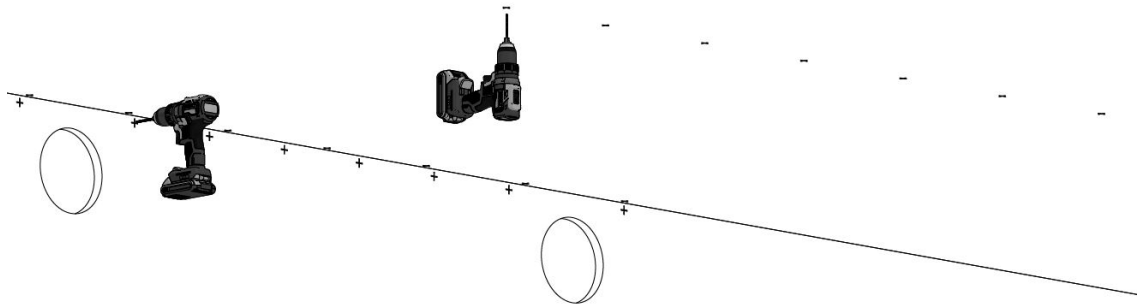
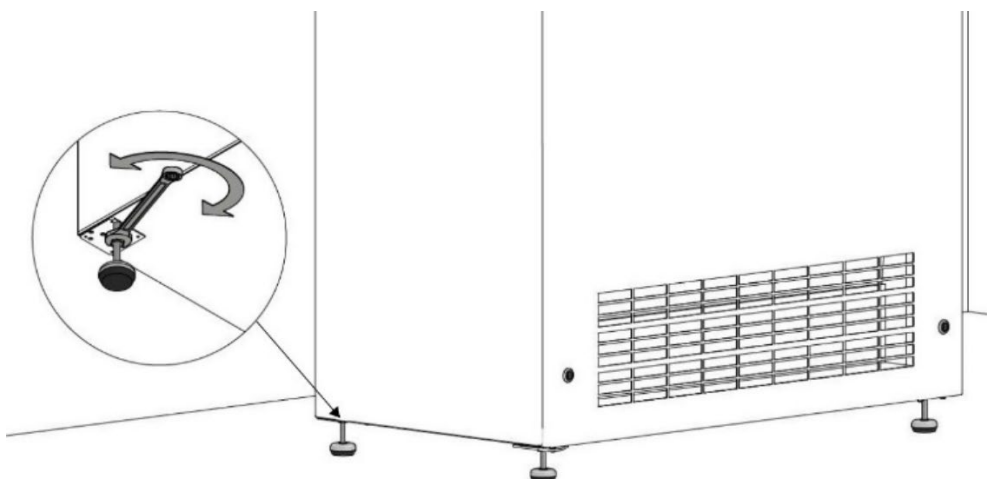

Abbildung 14: Löcher bohren
Abbildung 25: Stellen Sie die Füße so ein, dass das Gerät waagrecht steht
3. Markieren Sie die Löcher für die vordere Halterung, siehe Abbildung 14, Abbildung 25 und Tabelle 8.
1. Bevor Sie das Gerät senkrecht stellen, bringen Sie Latten, Leisten oder Holzklötze an, wie in Abbildung 25 dargestellt. Andernfalls könnten die höhenverstellbaren Füße beim Anheben des Geräts brechen oder verbiegen. Stellen Sie die Füße möglichst kurz ein.